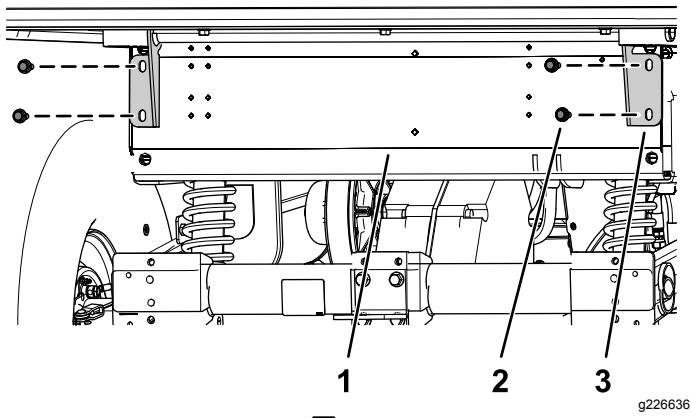

図 15
- ヒンジブラケットの穴と車体の後フレームチャネルにある荷台取り付け穴とが整列するように、荷台を車体上に注意深く降ろす図 15。
- 図 15のように、ヒンジブラケットを後フレームチャネルに固定する先ほど外したフランジヘッドボルト $\frac{3}{8} \times 1$ インチ 4 本を使用する。
4. 図 15 のように、ヒンジブラケットを後フレームチャネルに固定する先ほど外したフランジヘッドボルト $\frac{3}{8} \times 1$ インチ4本を使用する。